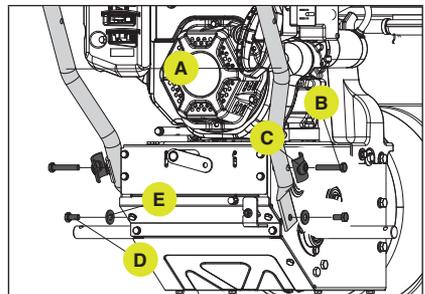

Figure 2
1. Fixez la poignée inférieure (A) sur le corps de l'appareil avec 2 boulons (B) et 2 rondelles rectangulaires incurvées (C) pour les trous supérieurs, puis 2 boulons (D) et 2 rondelles plates (E) pour les trous inférieurs à l'aide de outil inclus ou votre propre clé de 13 mm (Fig. 2). Serrez jusqu'à ce qu'il soit bien ajusté. Ne pas trop serrer.